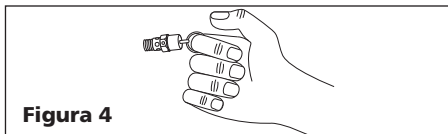

Figura 4
2. Usando gafas de protección, tire del anillo de la válvula de seguridad (vea las Figura 4) para liberar la presión del tanque del compresor. Use su otra mano para desviar el aire que se mueve a gran velocidad y evitar que le dé en el rostro.
2. Hale el anillo de la válvula de seguridad y deje que calce en su posición normal (Figura 4).